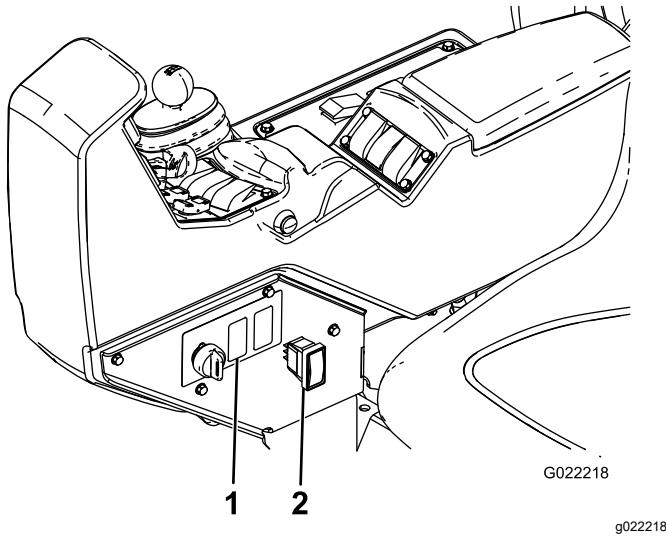

Figura 13
1. Individuate il tappo dell'interruttore del serbatoio di lavaggio sul lato della consolle dell'irroratrice e rimuovetelo (Figura 13).
4. Montate l'interruttore sul connettore attraverso la consolle (Figura 13).